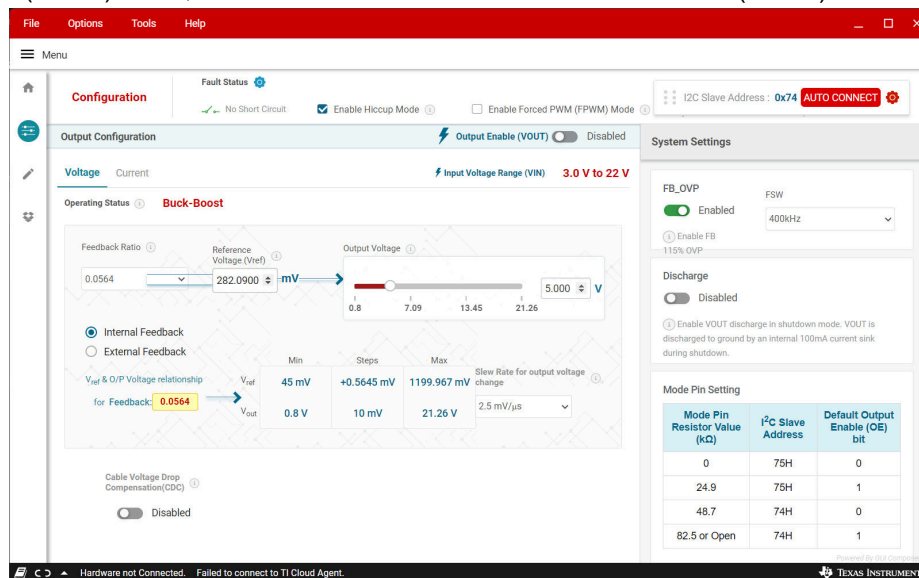

图 3-4. TPS55285EVM-053 的 GUI 用户界面
5. 点击“Start”（开始）按钮，将显示 TPS55285EVM-053 的 GUI 用户界面（图 3-4）。